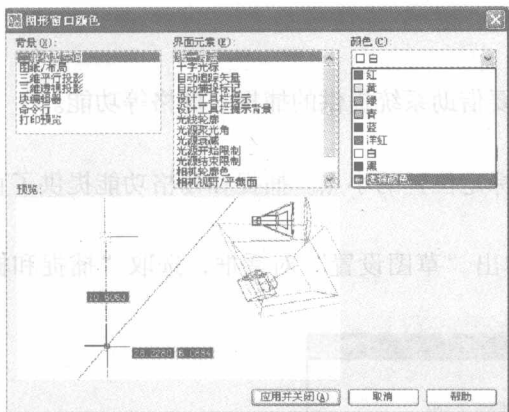

图 1-10 “图形窗口颜色”对话框
3) 选择“显示”选项卡，在“窗口元素”选项区域中单击 **颜色(C)...** 按钮，打开“图形窗口颜色”对话框，如图 1-10 所示。